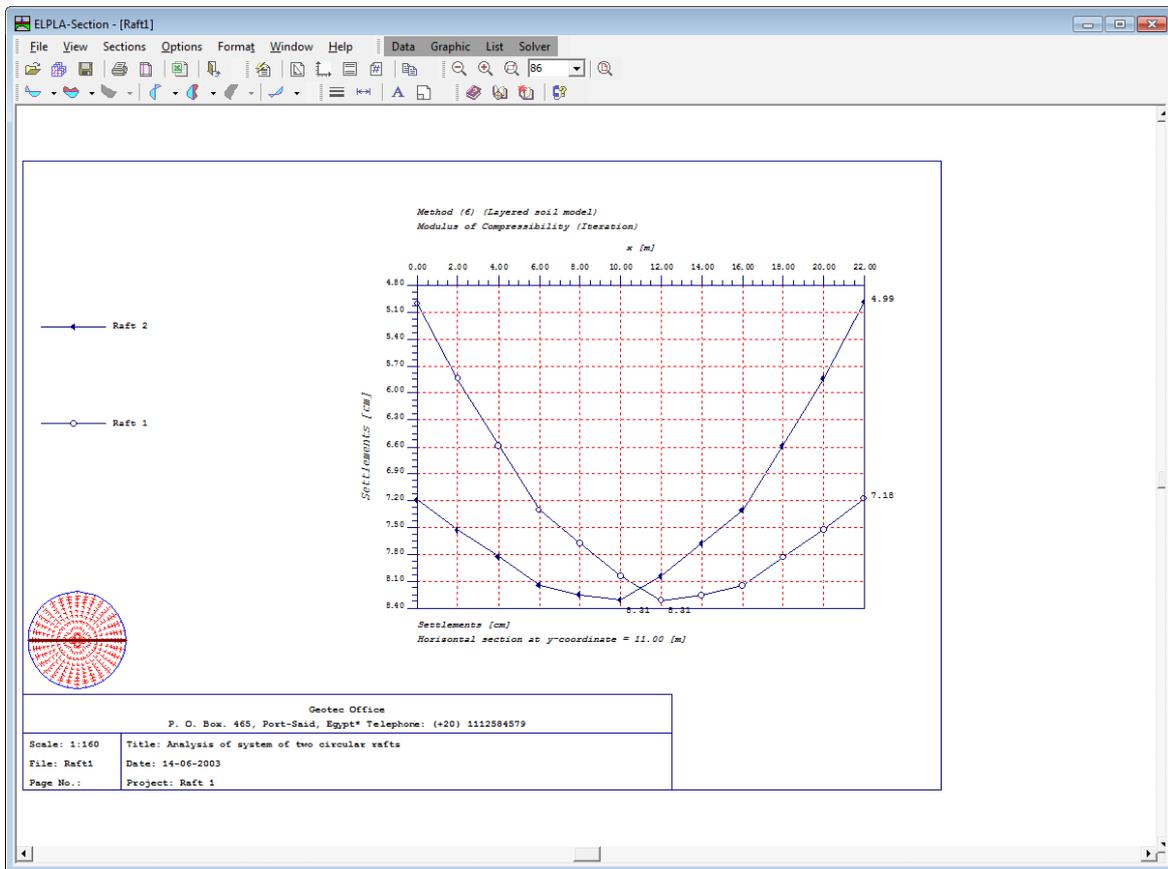

Bild 3-50 Diagramm der Setzungen in x -Richtung in der Mitte der zwei Platten
- Klicken Sie auf "OK". Die Setzungen werden in einem Diagramm dargestellt (Bild 3-50)